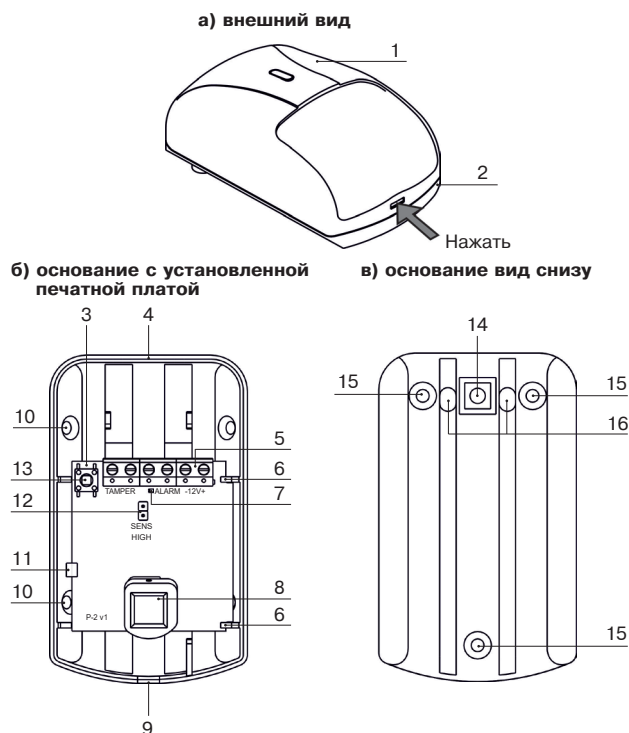

Рисунок 2 – Конструкция Пирон-2
- Снимите крышку извещателя, отжав при помощи отвертки фиксатор, расположенный в нижней части основания извещателя (рисунок 2 а).
- При установке извещателя без кронштейна снимите печатную плату, отжав фиксатор крепления платы (11).